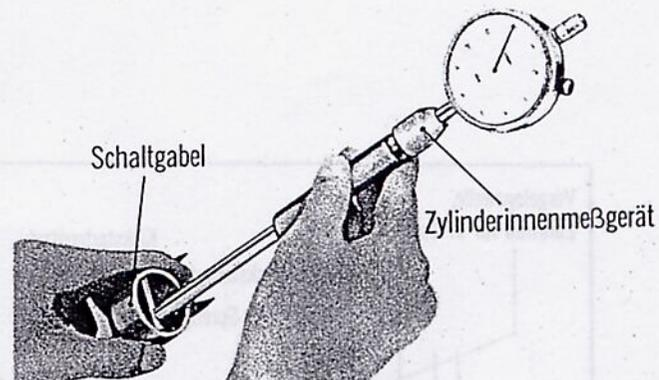

Abbildung 50
2. Messen der Bohrung der Schaltgabel. Die Bohrung der Schaltgabel wird mit einem Zylinderinnenmeßgerät oder einem Innenmikrometer gemessen. (Abbildung 50)